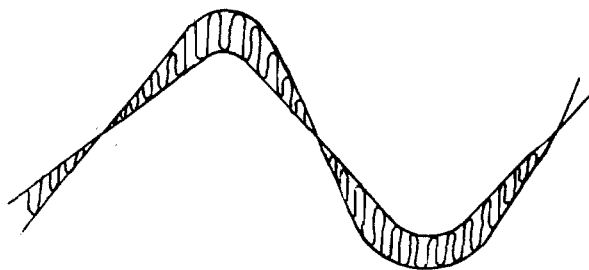

Bild 11
- 8.9.3 Ställ in oscilloskopet, och justera generatorns nivå vid mottagaren, så att en oscilloskopbild enligt bild 11 erhålls.